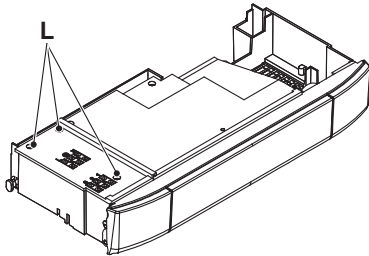

рисунок 9.10
- Ослабьте винты L и снимите сервисную панель (рисунок 9.10).